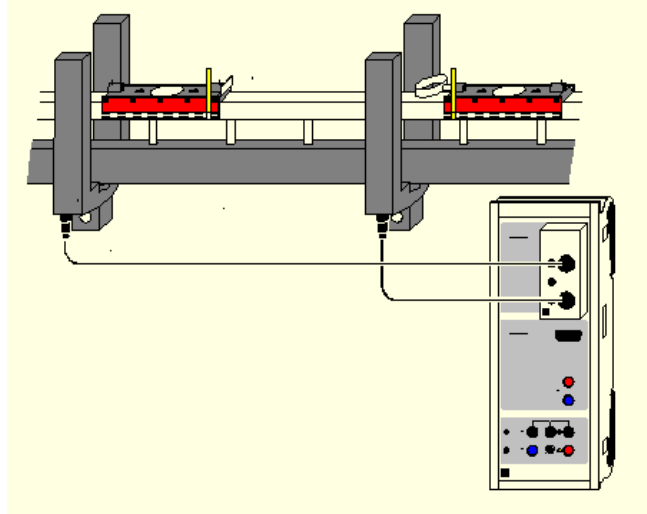

Figura 1 Fuente: LD Didactic
1. Conectar a las barreras luminosas los cables de 6 polos como se muestra en la figura 1.